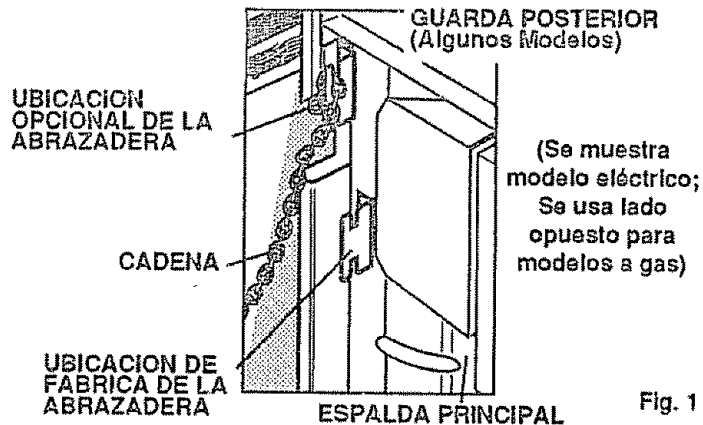

Fig. 1
- 5) Enganche la punta suelta de la cadena a la abrazadera metiendo el eslabón de la cadena más cercano en el gancho de la abrazadera (Vea Fig. 1). Asegúrese que la cadena esté lo más tirante posible y que no haya un exceso de soltura en la cadena cuando esté enganchada a la abrazadera.
- 1) Antes de poner la estufa en el mesón, fíjese en la ubicación de la abrazadera que ya está pegada a la parte de atrás de la estufa. Esta ubicación debería ser adecuada para la mayoría de las instalaciones. Sin embargo, podría ser más conveniente enganchar la cadena de estabilidad a la unidad cuando la abrazadera de estabilidad está pegada al juego de hoyos en la espalda de la estufa (Vea fig. 1). El juego de hoyos de arriba es para ser usado con el panel de protección posterior, la abrazadera de estabilidad se puede cambiar de posición e instalar a la misma vez que el juego del panel protector posterior. Si no se usa un panel de protección posterior, asegúrese que no hayan soportes estructurales en el mesón que podrían interferir con la abrazadera de estabilidad cuando esté ubicada en el juego de hoyos de arriba.